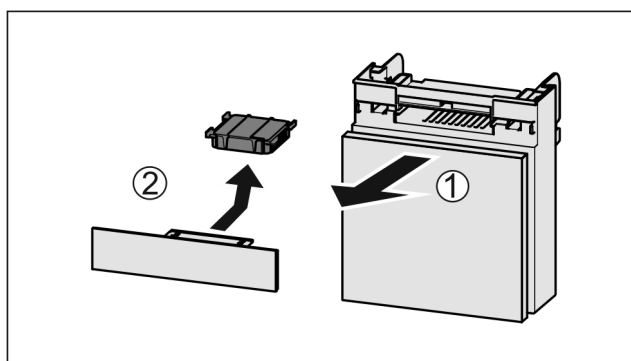

Fig. 155
- Вытянуть Fig. 155 (1) отделение движением вперед.
- Извлечение Fig. 155 (2) фильтра с активированным углем.